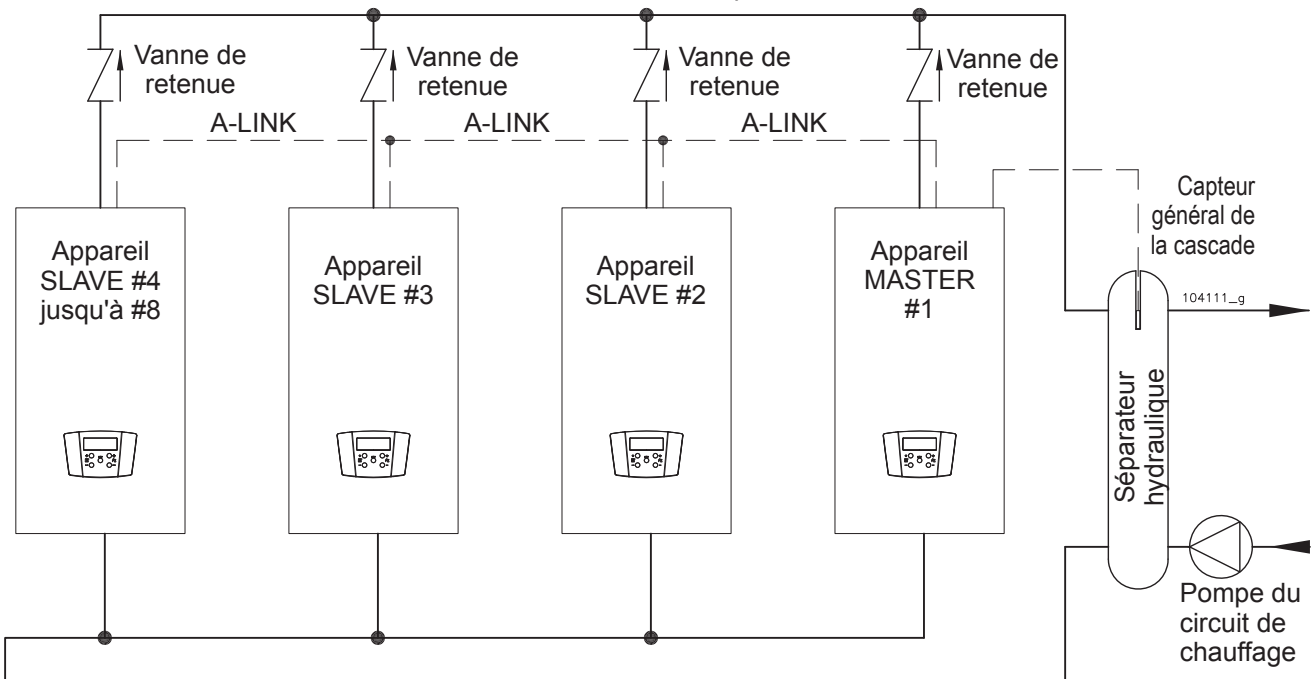

Figure 5-12 - Schéma conceptuel de raccordement des appareils en cascade
Cet appareil peut être raccordé en cascade jusqu'à un maximum de 8 dispositifs. Le schéma de raccordement hydraulique est représenté à la Figure 5-12. Il est possible d'effectuer d'autres types de branchements hydrauliques (demander au fabricant les schémas de référence). La cascade est gérée par la carte mère de l'appareil définie ici et par la suite comme « Master ». Pour raccorder les appareils en cascade, procéder comme ci-dessous :
- 1 - Effectuer l'installation hydraulique comme sur la Figure 5-12 ;